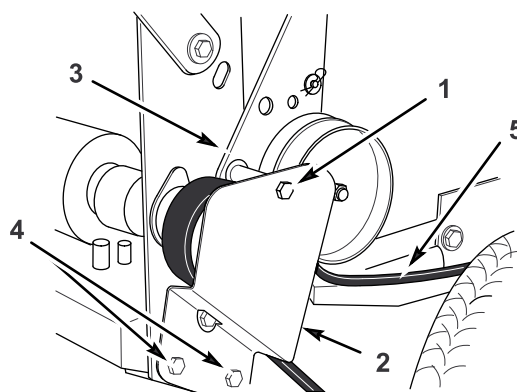

Рисунок 42
2. Отверните верхний болт, который крепит опору и кронштейн натяжного шкива к задней раме (Рисунок 42).
3. Ослабьте 2 нижних крепежных винта в достаточной степени, чтобы ремень мог проходить между шкивом привода и опорой натяжного ролика (Рисунок 42).
6. Установите верхний болт, который крепит опору и кронштейн натяжного ролика к задней раме (Рисунок 42).
7. Затяните 2 нижних крепежных винта в достаточной степени, чтобы ремень мог проходить между шкивом привода и опорой натяжного ролика (Рисунок 42).